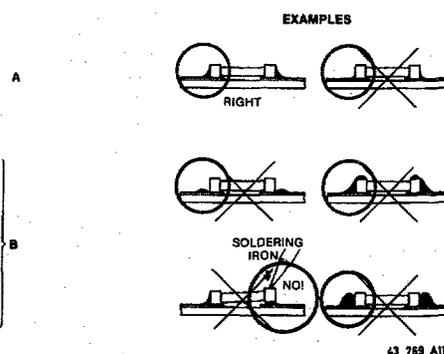

Fig. 8.3
- La quantità di materiale di apporto deve essere proporzionale alla superficie da saldare. Una quantità eccessiva può dar luogo alla screpolatura del chip od allo staccamento delle superfici saldate della piastra stampata (Fig. 8.3).